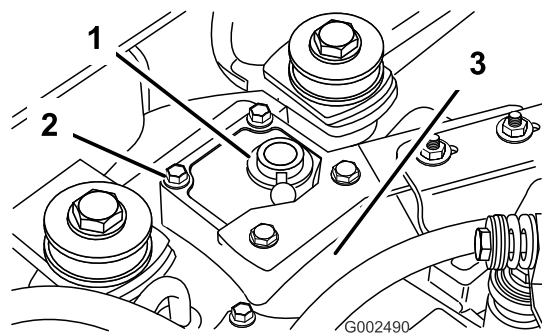

Bild 5
1. Nehmen Sie die vier Schrauben ab, mit denen die Abdeckung oben am Hinterachsengehäuse befestigt ist (Bild 5). Entfernen Sie die Auspuffhalterung.